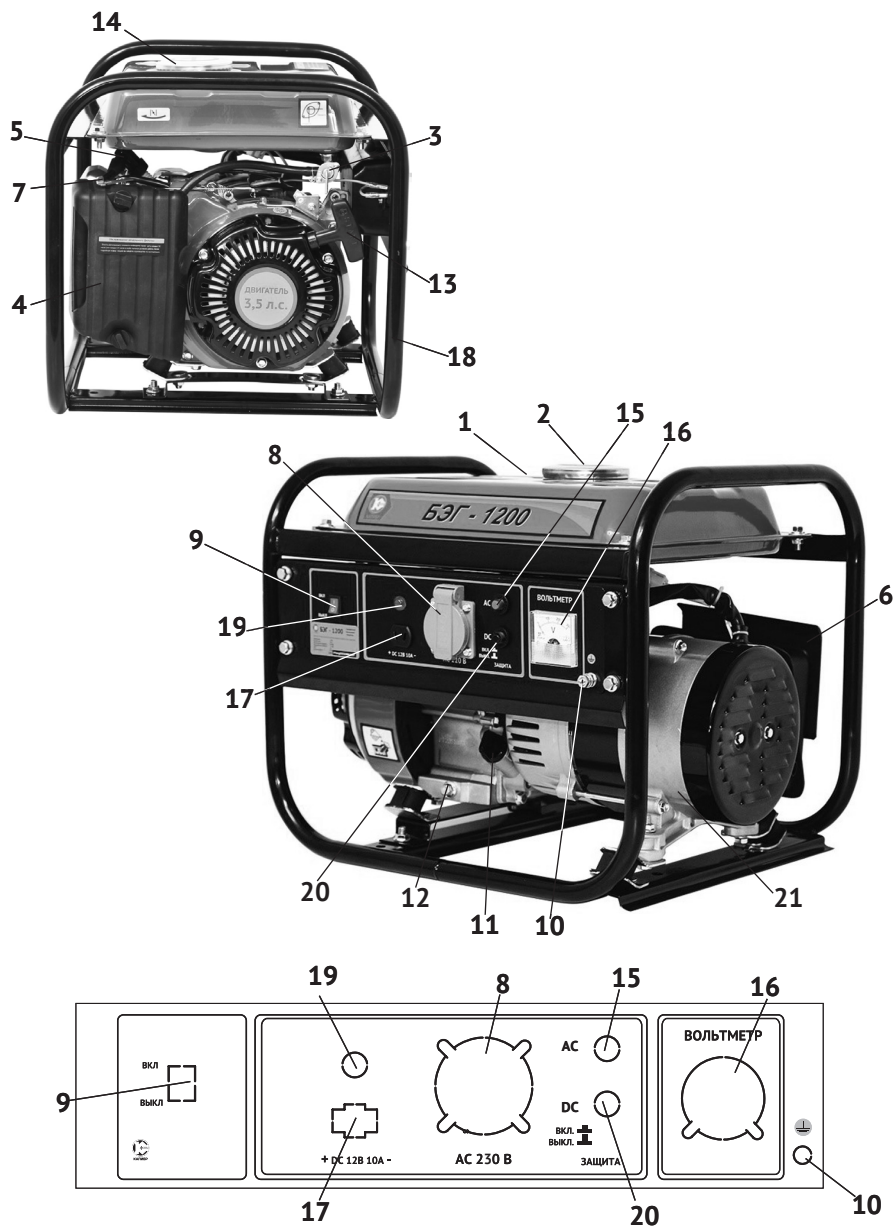

рис. 1
Коленчатый вал, приводимый во вращение возвратно-поступательными движениями поршня двигателя, передаёт крутящий момент на вал якоря генератора. Передача осуществляется через коническое сопряжение ротора генератора и вала двигателя. При этом образуется самоцентрирующаяся трёхопорная схема соединения. С обмоток статора генератора напряжение подводится: через систему стабилизации на розетку переменного тока (рис.1 поз.8); через выпрямительный блок на розетку постоянного тока (рис.1 поз.17).
2.4 Общий вид бензогенератора схематично представлен на рис.1
3.4 Двигатель и генератор закреплены на трубчатой раме (рис.1 поз.18) через амортизаторы, что снижает вибрацию аппарата и уменьшает уровень шума при работе. Все элементы бензогенератора имеют удобный доступ для обслуживания и ремонта.
Электрическая сеть подключения потребителей относится к системе с изолированной нейтралью, предусматривающей защитное заземление открытых токопроводящих частей корпуса. В зависимости от местных условий (состав грунта, его влажность и т.п.) изменяется качество заземления. Во всех случаях защитное заземление должно иметь сопротивление не более 4-х Ом. Во время работы бензогенератора его клемма заземления (рис.1 поз.10) должна быть подсоединена к заземлителю. Практически это требование может быть реализовано следующими способами:
Выкрутите пробку-щуп из маслозаливной горловины (рис.1 поз.11) и залейте в картер масло необходимой марки до нижнего края горловины. Вставьте сухой чистый щуп в горловину картера и выньте его. Проверьте уровень масла: граница смоченной области щупа должна располагаться между отметками минимального и максимального уровней.
5.3.1 Отключить всех потребителей переменного и постоянного тока от генератора. Перевести автоматический выключатель (рис.1 поз.15) в положение «Выкл.».
- перевести выключатель зажигания (рис.1 поз.9) в положение «Вкл.»;
- открыть топливный кран (рис.1 поз.3);
- перевести рычаг воздушной заслонки (рис.1 поз.7) в крайнее левое положение «закрыто» при пуске холодного двигателя (для прогретого двигателя рычаг устанавливается в промежуточном положении);
- медленно потянуть рукоятку стартера (рис.1 поз.13) до появления сопротивления, затем резким движением вытянуть трос на всю длину. Повторите действие ещё раз, если двигатель не завёлся.
После прогрева двигателя в течение 10-40 секунд (в зависимости от начальной температуры), перевести рычаг воздушной заслонки (рис.1 поз.7) в крайнее правое положение «открыто».
- перевести выключатель зажигания (рис.1 поз.9) в положение «ВЫКЛ.»;
- закрыть топливный кран (рис.1 поз.3).
- наличие и величина напряжения переменного тока измеряется вольтметром (рис.1 поз.16);